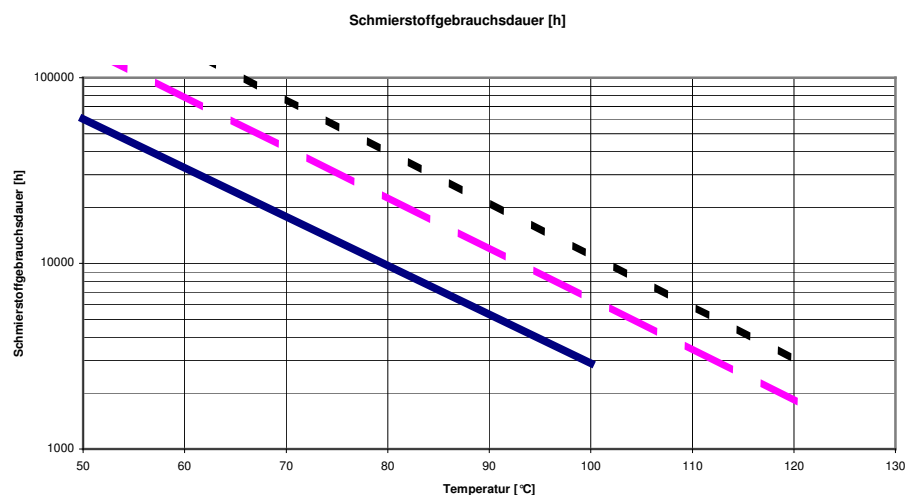

Abb. 2: Gebrauchsdauer des Schmierstoffs
- ⇒ Ermitteln Sie mit diesem Wert die Gebrauchsdauer des Schmierstoffs aus Abb. 2.